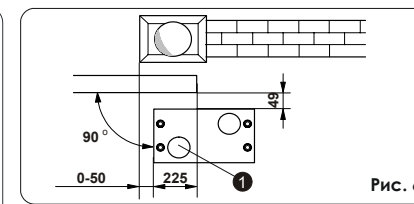
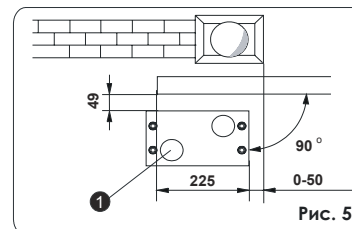

Рис. 6
Рис. 5
2. Плита основания должна быть расположена так, как показано на рис.5 (закрывание вправо) или рис.6 (закрывание влево) для правильного зацепления рейки и шестерни.